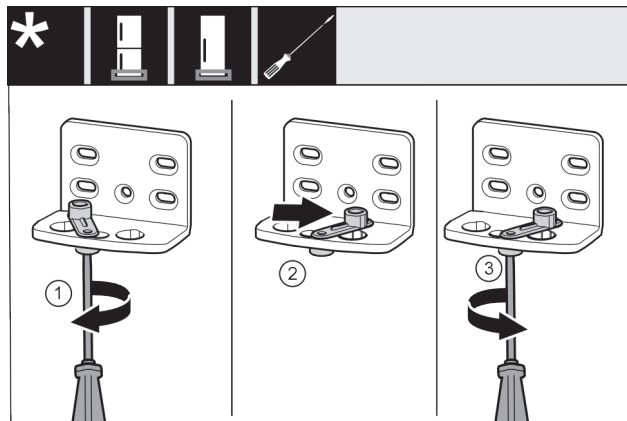

Fig. 19 \*
- Odvijačem labavo uvrnite vijak Fig. 19 (1).\*
- Podignite pomagalo za zatvaranje vrata Fig. 19 (2) i okrenite ga za 90° nadesno u provrt.\*
- Odvijačem pritegnite vijak Fig. 19 (3).\*